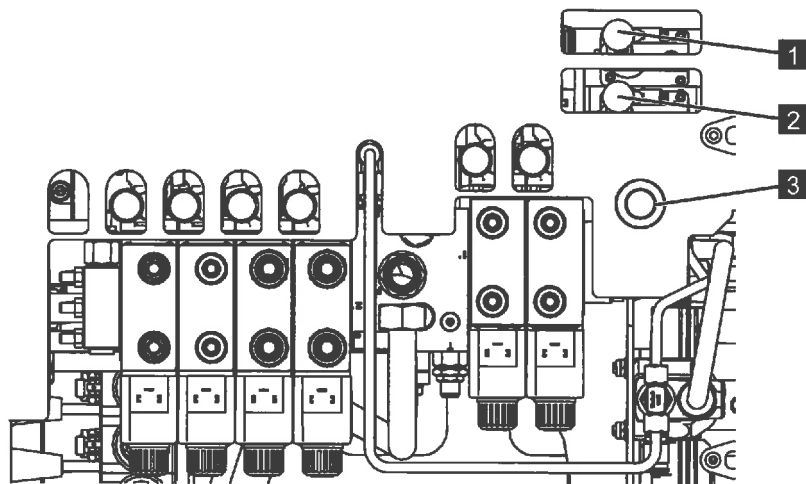

Abb. 189
5. Den Taster [Notbedienung] (Abb.189/3) drücken und halten.